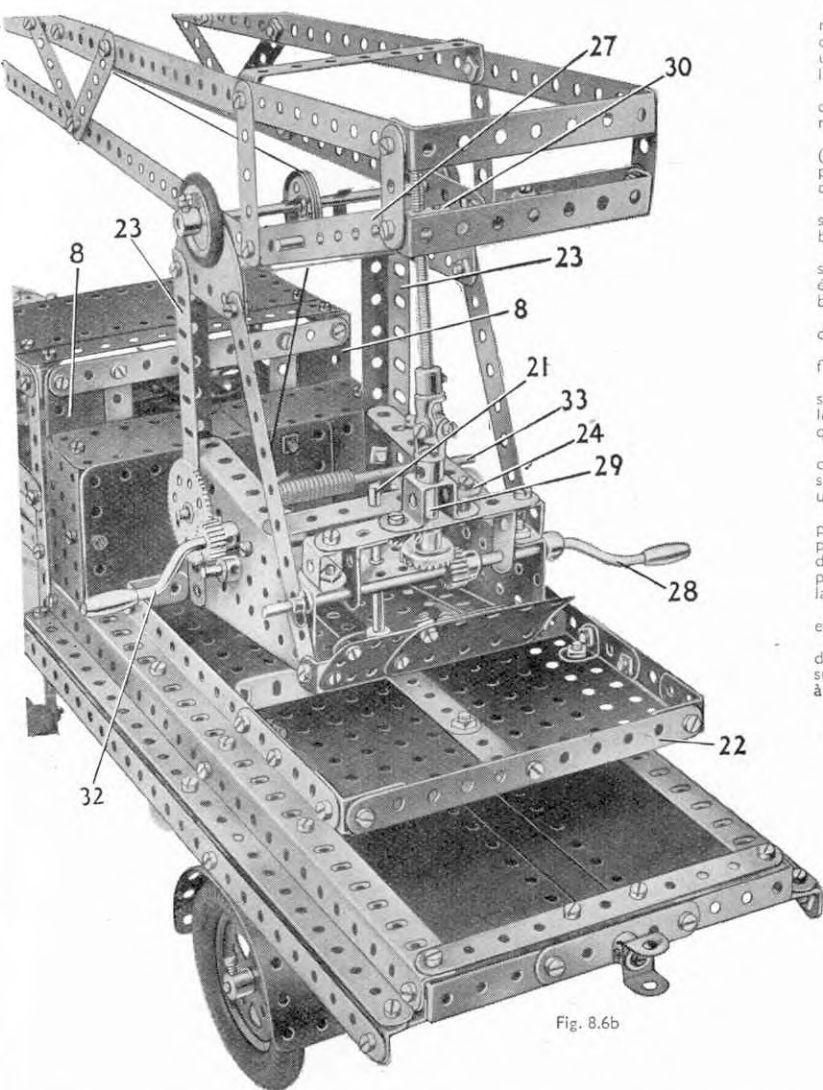

Fig. 8.6b
L'arrière de la cabine est prolongé par les plaques flexibles de 14×6 qui recouvrent la plaque à rebords sur trois trous, et par deux plaques flexibles de 6×4 (8) (Fig. 8.6b). Ces plaques flexibles sont renforcées par des bandes de 11 et de 3 trous, et sont reliées aux bandes 6 par des équerres. Le toit consiste en deux plaques flexibles de 14×6 qui se recouvrent sur trois trous et qui sont fixées aux bandes 6 et à une bande coudée de 140×12 (9) par des équerres. Le plancher est figuré par deux plaques flexibles de 14×6 . Le siège est constitué par deux plaques flexibles de 11.5×6 que des équerres maintiennent à angle droit l'une de l'autre. L'ensemble est fixé à des équerres renversées boulonnées à l'arrière de la cabine.
Un plateau central est boulonné au centre de la plateforme à l'aide des boulons 20. Une tringle de 9 cm. (21) est bloquée dans le plateau central (Fig. 8.6b). La grue pivote sur un roulement à galets obtenu en boulonnant deux bandes coudées de 90×12 à angle droit sur un plateau central. Quatre roues à boudin de 19 mm. pivotent sur des boulons pivots et des boulons de 19 mm. à chaque extrémité des bandes coudées. Le plateau central pivote sur la tringle 21.